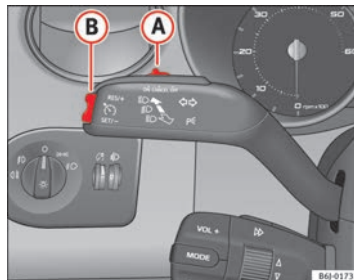

Abb. 113 Blinker- und Fernlichthebel: Schalter und Wippe für die Geschwindigkeitsregelanlage
- Schieben Sie den Schalter → Abb. 113 (A) nach links auf **ON**.